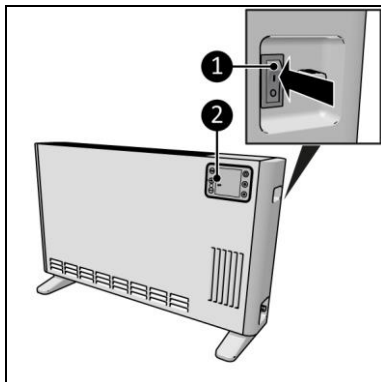

Figura 12
1. Puneți comutatorul ON / OFF în poziția ON (Figura 12, poz. 1).
2. Afișajul (Figura 12, poziția 2) va arăta OFF.